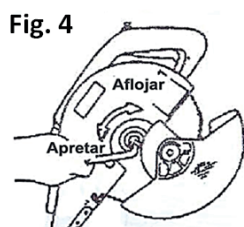

Fig. 4
7.- Coloque la cubierta del disco de corte fijandolo con el tornillo. ( fig.4)